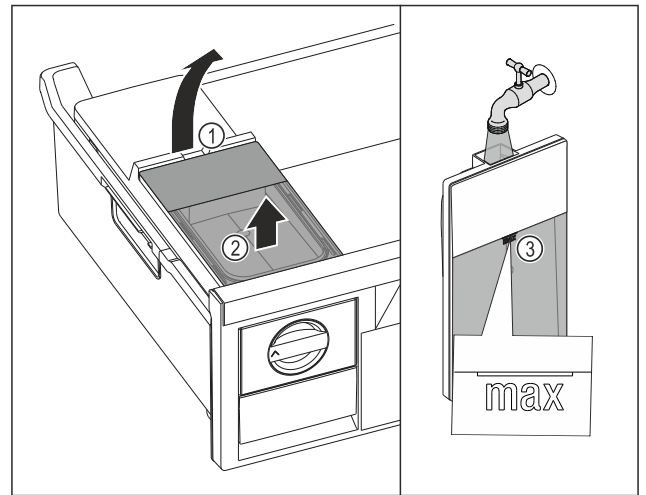

Fig. 67
- Wassertank an der Aussparung Fig. 67 (1) anheben.
- Wassertank nach oben entnehmen. Fig. 67 (2)
- Wassertank bis zur Markierung Fig. 67 (3) mit Trinkwasser befüllen.